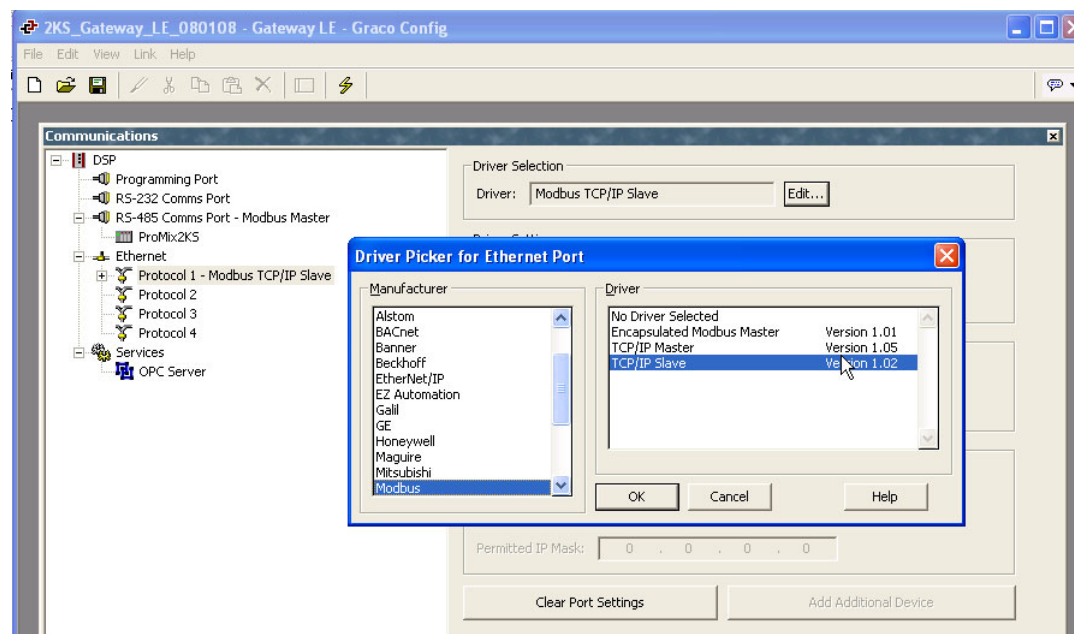

FIG.19: Selezione del protocollo
2. Vedere la FIG.19. Evidenziare il protocollo 1. Fare clic sul pulsante Edit, sul lato sinistro della finestra, per aprire la finestra Driver Picker. Scegliere un